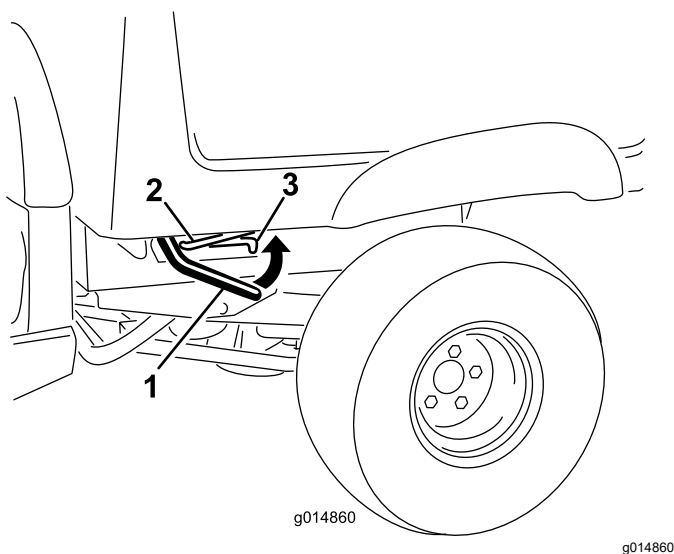

図 1
4. 荷台の右側または左側でレバーを引き上げ、荷台を持ち上げる 図 1。